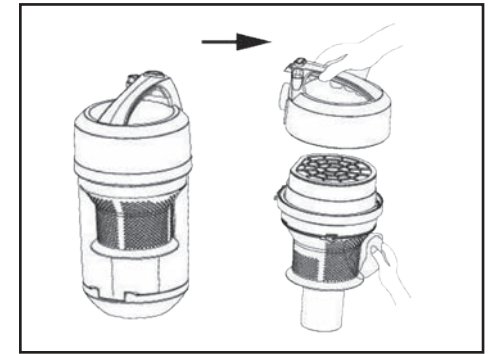

Fig. 9
- Gire el cubo del recipiente de residuos y sáquelo (fig. 9). Retire el primer filtro y gire 90° en el sentido de las agujas del reloj el filtro multiciclónico y luego tire de él.